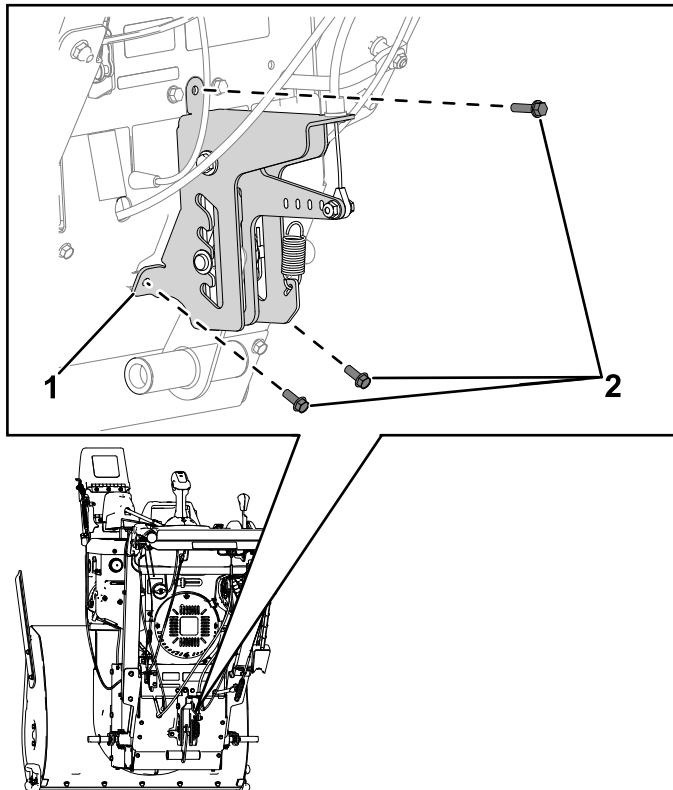

Bild 3
2. Entfernen Sie die drei Schrauben ($\frac{1}{4}$ " x $\frac{5}{8}$ "), mit denen die Halterung der Höheneinstellung an der oberen Platte und der hinteren Abdeckung befestigt ist. Entfernen Sie die Halterung der Höhenverstellung von der Platte und der Abdeckung (Bild 3).